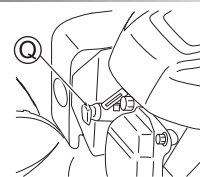

Abb. 30
- 1 Entfernen Sie die Zündkerzenkappe (Q). (Siehe Abb. 30)